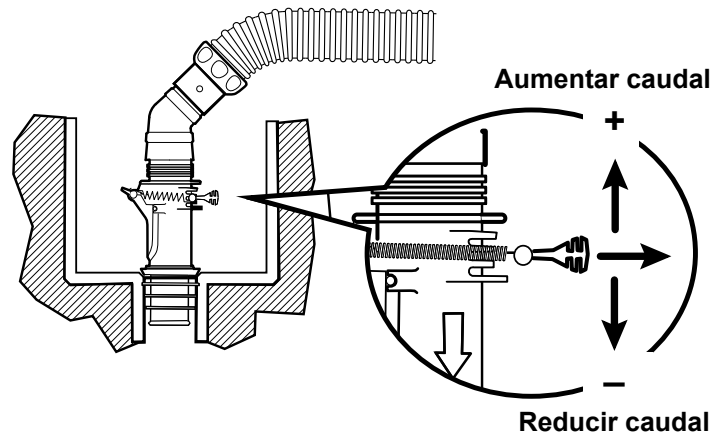

Figura 9
2. Use el ajuste hacia arriba o hacia abajo de la válvula FlowKeeper™, o ajuste las válvulas en el panel del equipo para aumentar o reducir el caudal del limpiafondo según sea necesario (Figura 9).